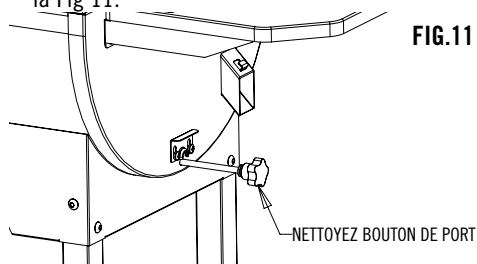

FIG. 11
2. Soulever le système de blocage de la tige et tirer le bouton de la tige de nettoyage pour vider les cendres dans le récipient prévu à cet effet. Voir la Fig 11.